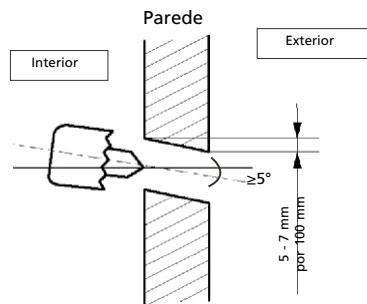

Figura 9
- Determine as posições dos orifícios de acordo com o diagrama detalhado na Fig. 8. Perfure um 65 mm inclinado ligeiramente para baixo para o lado exterior, isso irá impedir a entrada de água (figura 9).